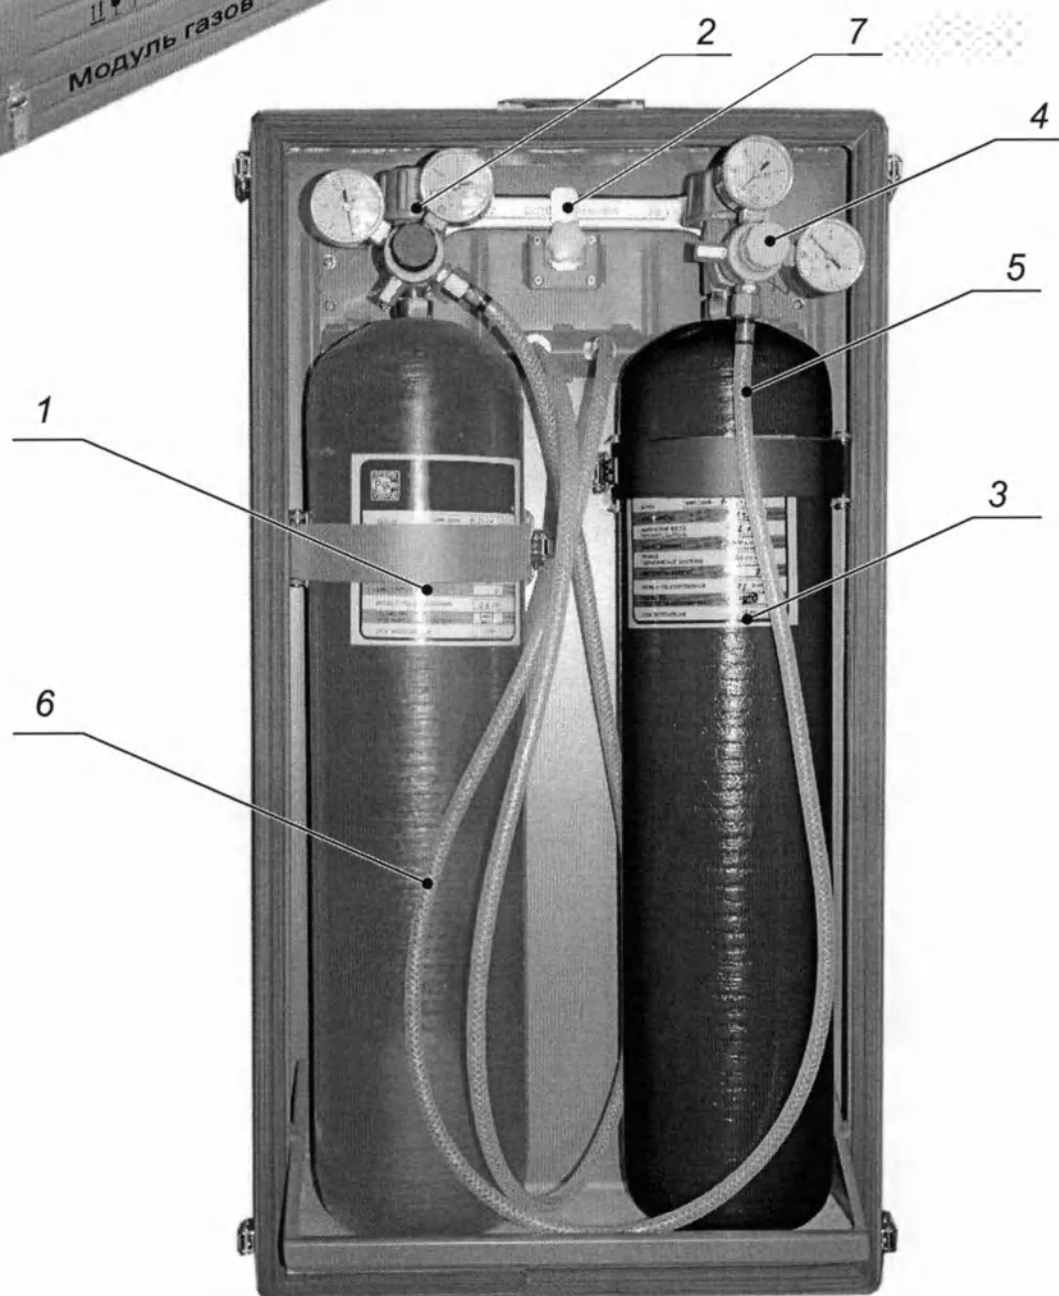

Рис. 3. Состав модуля газов
3.4. СОСТАВ МОДУЛЯ ГАЗОВ (Рис. 3):